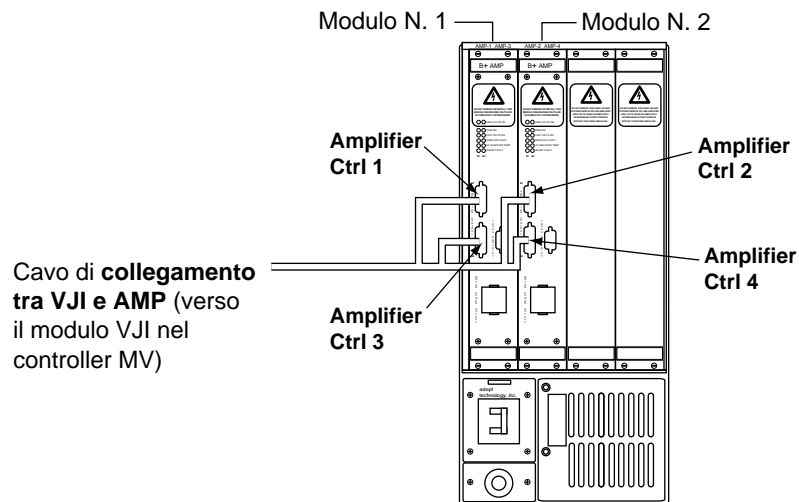

Figura 2-13. Installazione del cavo tra il telaio alimentazione e VJI
2. L'altra estremità del cavo con quattro prese deve essere collegata con il seguente percorso *speciale*. Vedere la Figura 2-13.